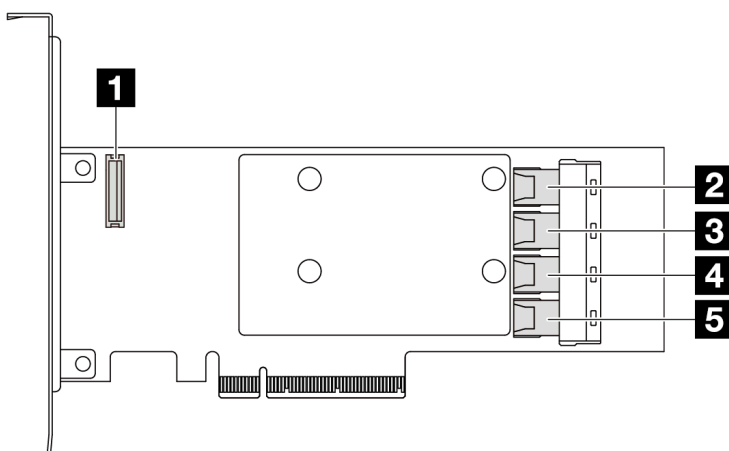

Figura 317. Um adaptador RAID/HBA Gen 3 16i SFF (quatro conectores de porta)
- Figura 317 "Um adaptador RAID Gen 3 16i SFF (quatro conectores de porta)" na página 353